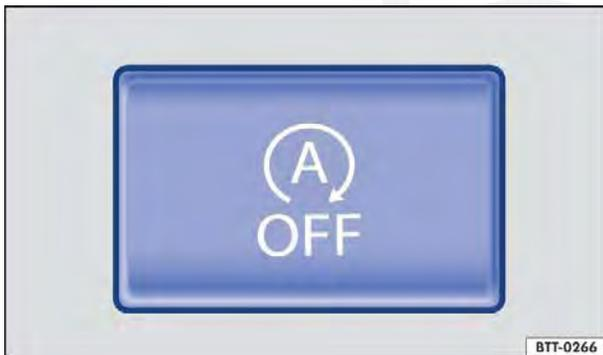

Fig. 152 No console central: botão do sistema Start-Stop.
- Pressionar o botão  no console central ⇒ Fig. 152.